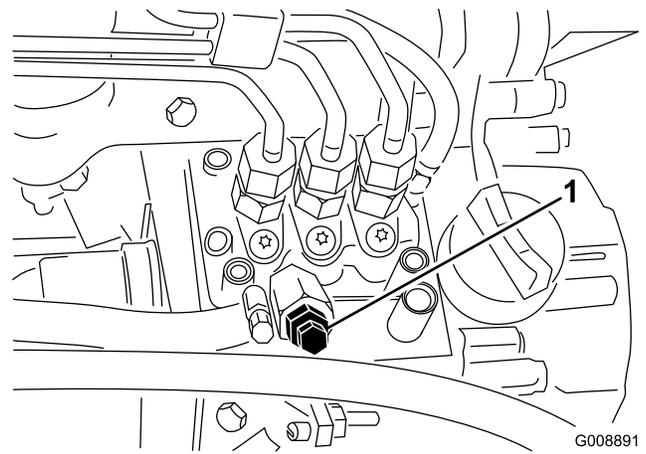

Figure 25
3. Desserrez la vis de purge sur la pompe d'injection (Figure 25).